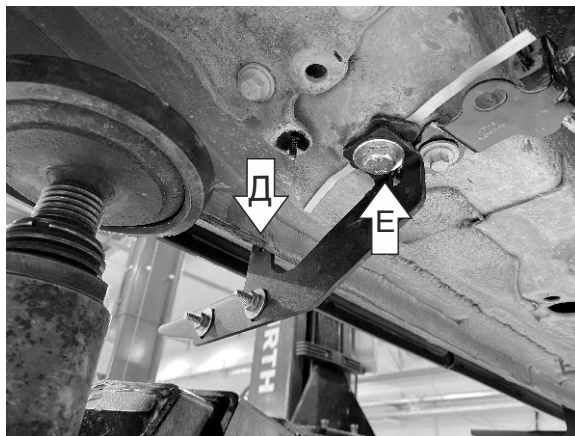

Рис. 6
7. Закрепить задний кронштейн болтом М10х30 с шайбой 10 в гайке закладной М10 через проставку в позиции (Е), болтом М8х30 с шайбой 8 ув. в гайке закладной (Д) (Рис.6).